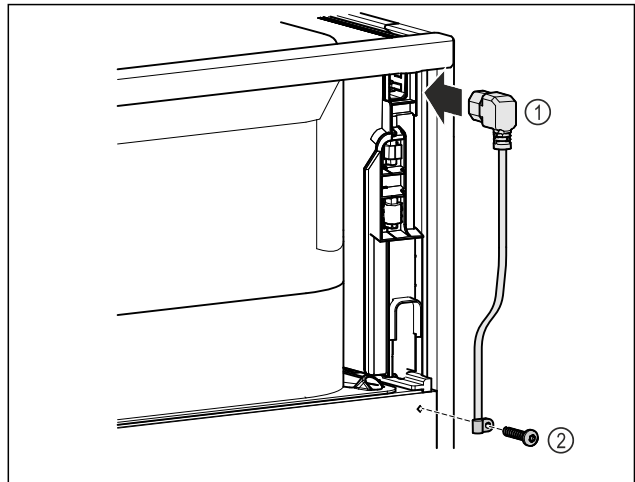

Fig. 8
- Au dos de l'appareil, brancher la prise pour appareil froid du câble d'alimentation Fig. 8 (1).
- Monter le serre-câble Fig. 8 (2)